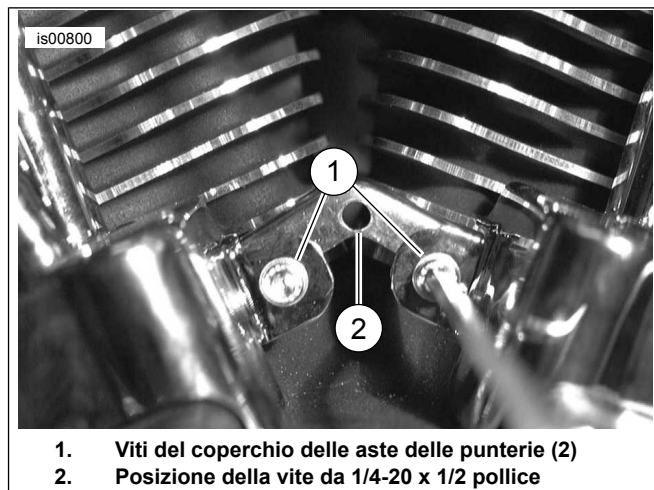

Figura 6. Regolazione dei coperchi delle aste delle punterie e posizione della vite del coperchio centrale
11. Vedere Figura 6. Regolare i coperchi anteriore e posteriore e serrare le viti (2).
12. Installare il coperchio centrale usando la vite da 1/4-20 x 1/2 pollice (2). Inserire la vite dal lato sinistro del motore usando la chiave piatta da 3/16 di pollice fornita nel kit. Vedere Figura 6. Passare la vite sotto la serie più bassa di alette dei cilindri e attraverso la staffa sul lato opposto. Accertarsi che la borchia filettata del coperchio centrale sia a filo e allineata alla staffa di montaggio per evitare l'interferenza delle filettature.